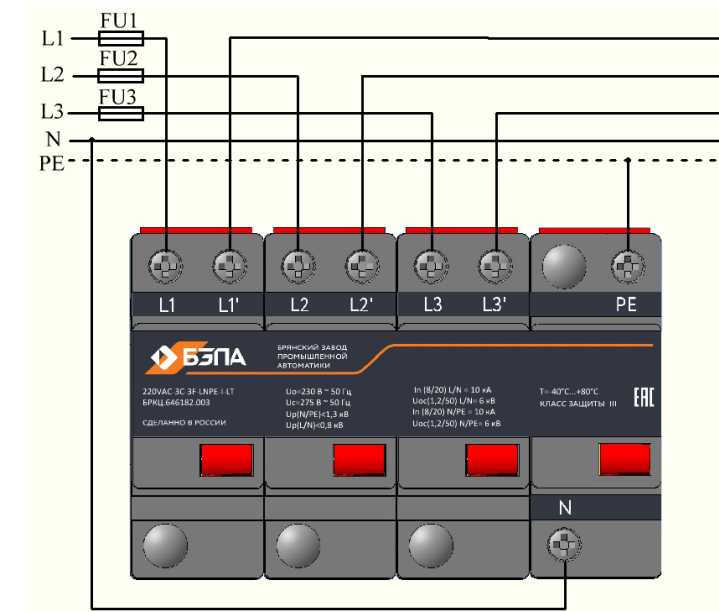

Рисунок 4 - Подключение УЗИП по схеме «V»
1.5.6 Подключение УЗИП по схеме «V» показано на рис. 4. Защитные предохранители FU1, FU2 и FU3 устанавливаются на вводе в электроустановку, их номинал 25 А gG.